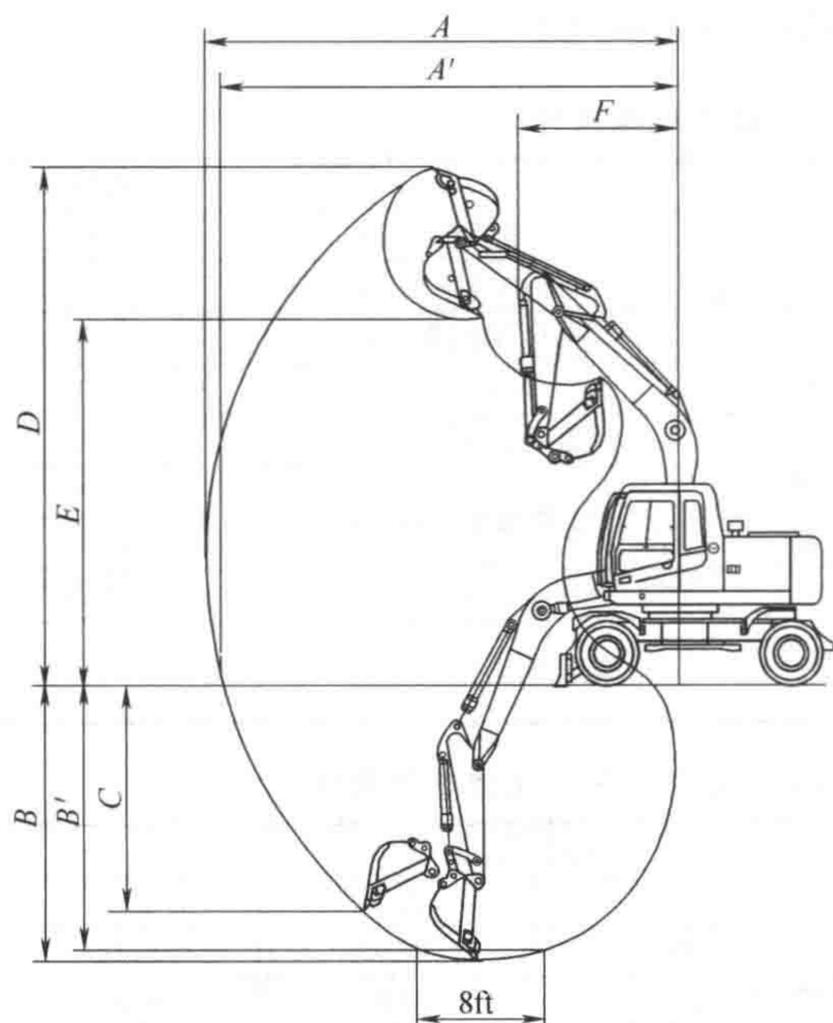

图 1-3 现代 R150W-7 轮式挖掘机
(5) 工作范围
① 图 1-3 是现代 R150W-7 轮式挖掘机的工作范围，其配置为 4.6m 长整体动臂，具体尺寸如表 1-2 所示。
(2) 总体结构